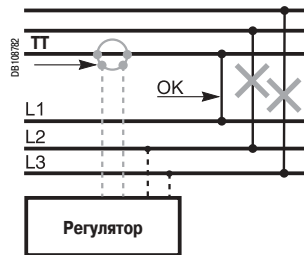

Рис. 14. Схема подключения ТТ
- Фаза, где установлен ТТ, является фазой L1 (L1, рис. 14).
- Убедитесь, что фаза L1 конденсаторной установки соединена с фазой L1, где установлен ТТ (рис. 14).